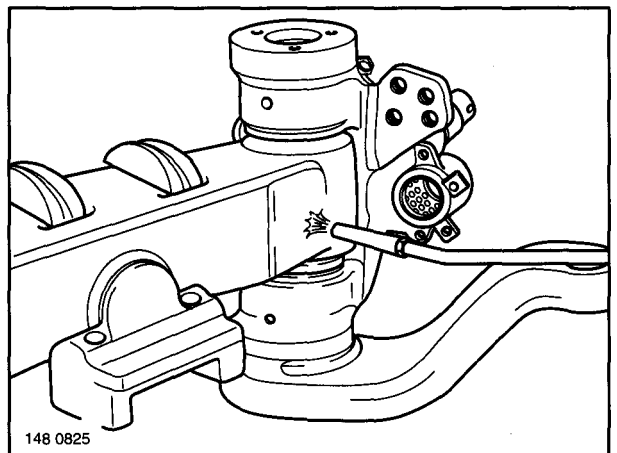

Fig. 24
- (7) Heat the rear part of the stub axle on both sides in circles until it is dark red (Fig. 24).
- (7) Achsfaust im hinteren Bereich auf beiden Seiten etwas kreisförmig dunkelrot erwärmen (Fig. 24).